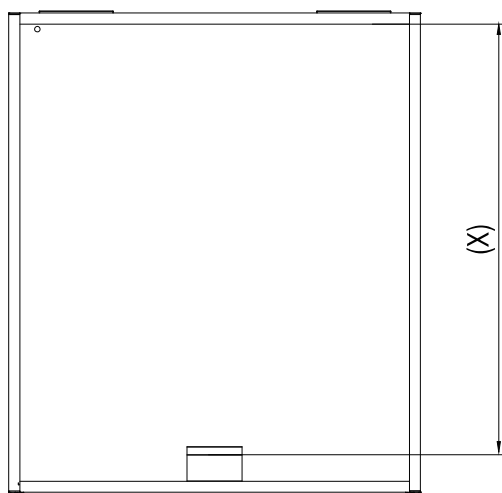

Fig. 3
2.1 Använd måttbandet och mät avståndet mellan de två aluminiumstängerna (x- 3)MM(Fig.3.)